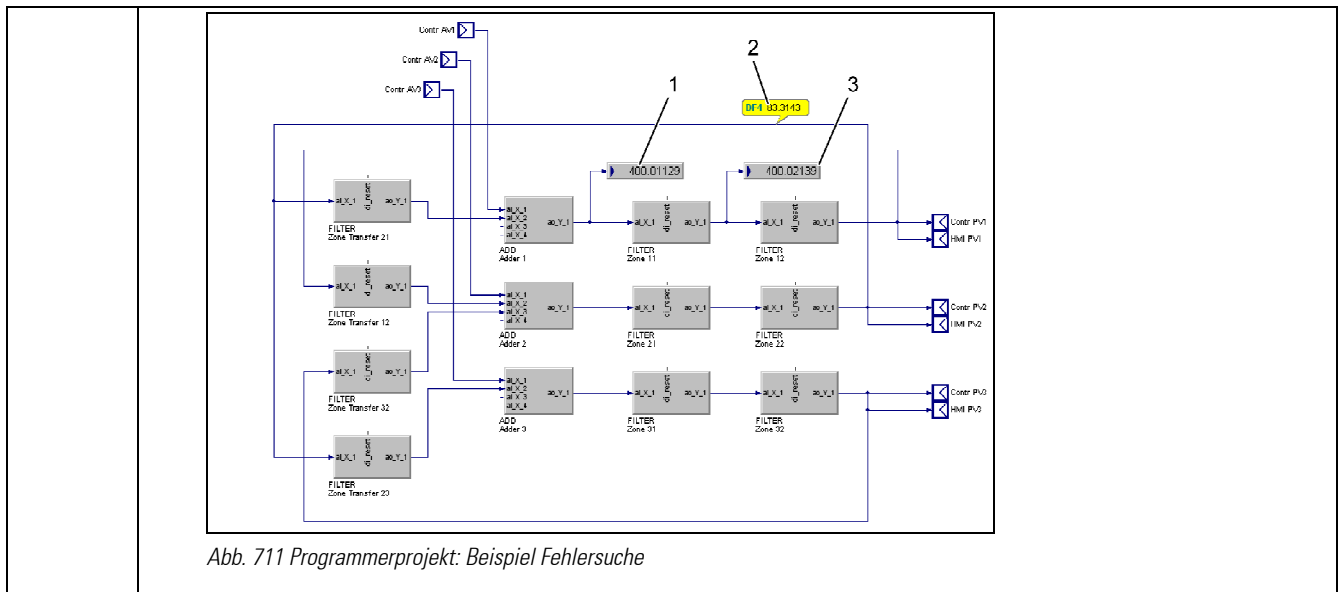

Abb. 711 Programmerprojekt: Beispiel Fehlersuche
- **Anwendung testen:** Fehler in Anwendungen können auf zwei verschiedene Arten gesucht werden: Wird die Maus auf einer Verbindungslinie positioniert, werden die hier anliegenden Werte angezeigt (Nr. 2 in Abb. 711).
anzeigen lassen (1 und 3 in Abb. 711). Die Anzeige erfolgt dabei ausschließlich in der Entwicklungsumgebung (nicht also auf dem Display des Gerätes).
- **Programmbausteine:** Programmbausteine sind die grundlegenden Einheiten, aus denen sich Ihr Projekt zusammensetzt. Programmbausteine enthalten Bausteine (beispielsweise Regler, Filter, Addierer etc.), Verbindungen zwischen Bausteinen sowie Ein- und Ausgänge. Ein Beispiel für einen solchen Programmbaustein finden Sie in Abb. 711. Ihre Anwendung kann maximal 15 Programmbausteine enthalten.